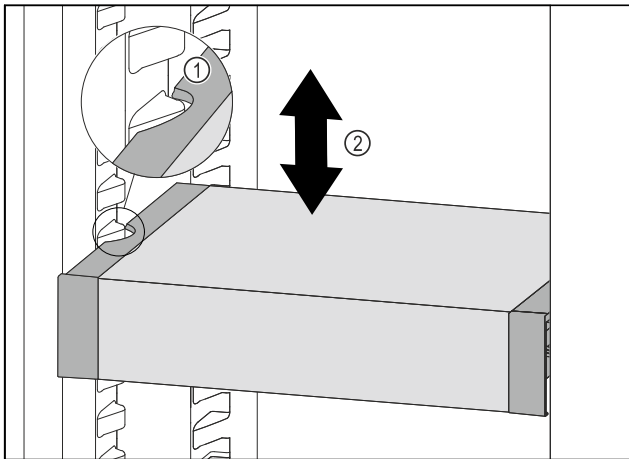

Fig. 133
- ▶ VarioSafe nach vorne ziehen, bis sich die seitlichen Aussparungen des VarioSafes auf Höhe der Behälterrippe im Kühlteil befinden. Fig. 133 (1)
- ▶ VarioSafe im Kühlteil nach oben oder unten bewegen, bis gewünschte Höhe erreicht ist. Fig. 133 (2)